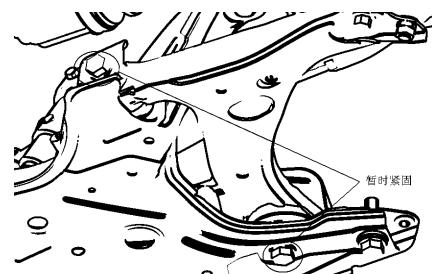

图 5.1-17
⑤ 安装
- a. 临时拧紧前悬下摆臂总成。用 2 个螺栓和螺母, 暂时紧固前悬下摆臂总成。不用打力矩, 见图 5.1-17 所示。
- d. 充分紧固前悬下摆臂总成。用 2 个螺栓紧固下摆臂, 如上图 5.1-17 所示, 拧紧力矩 218Nm。注意: 不要转动螺母。